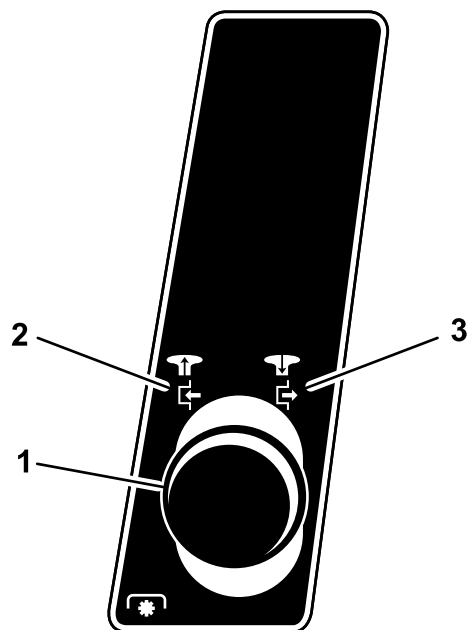

Figura 6
2. Tire hacia fuera del pomo de control de las cuchillas (TDF) a la posición de Engranado (Figura 6).
2. Empuje el pomo de control de las cuchillas (TDF) a la posición de Desengranado (Figura 6).